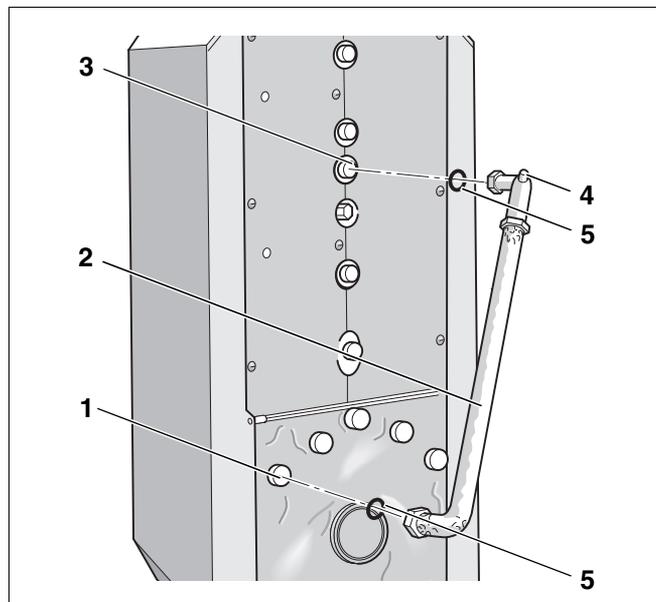

Abb. 23 Kessel-Speicher-Verbindungsleitung bei Heizkessel am Anschluss RK und VS montieren
- Dichtungen (Abb. 23, **Pos. 5**) in die Anschlüsse der Kessel-Speicher-Verbindungsleitung (Abb. 23, **Pos. 2**) einlegen.
- Kessel-Speicher-Verbindungsleitung (Abb. 23, **Pos. 2**) mit seinem Entlüftungsventil (Abb. 23, **Pos. 4**) am Vorlaufanschluss des Speicher-Wassererwärmers (Abb. 23, **Pos. 3**) montieren.
- Kessel-Speicher-Verbindungsleitung (Abb. 23, **Pos. 2**) am Rücklaufanschluss des Heizkessels (Abb. 23, **Pos. 1**) montieren.